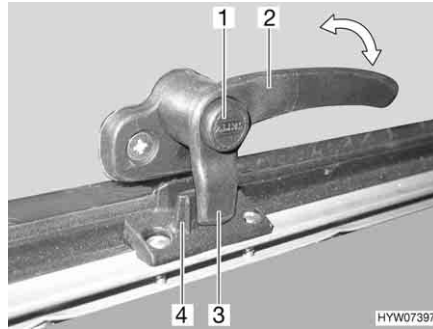
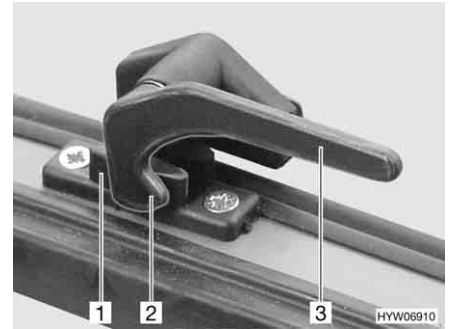

Bild 62 Låsarm med låsknapp i läget "stängd"
Bild 63 Låsarm i läget "stängd"
- Tryck på låsknappen (Bild 62,1) om sådan finns och håll den nedtryckt.
- Sväng låsarmen (Bild 62,2 eller Bild 63,3) ett kvarts varv mot fönstrets mitt.
- Sväng låsarmen (Bild 62,2 eller Bild 63,3) ett kvarts varv mot fönsterkarmen. Låsspaken (Bild 62,3 eller Bild 63,2) på låsarmen sitter helt på fönsterlåsets insida (Bild 62,4 eller Bild 63,1).
- I läget "helt stängt" (Bild 62 och Bild 63)